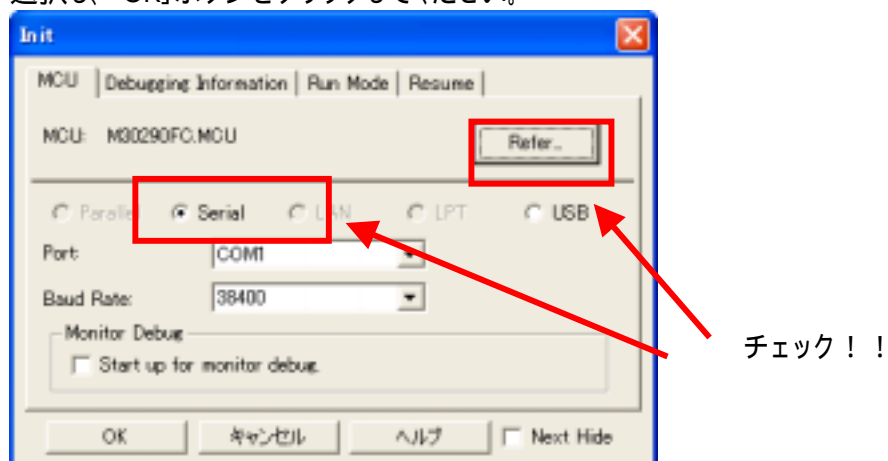

図 6-16 KD30 の INIT 画面 2
3) ターゲット MCU の選択が行われた場合、図 6-16の KD30 の INIT 画面になります。「serial」を選択し、「OK」ボタンをクリックしてください。